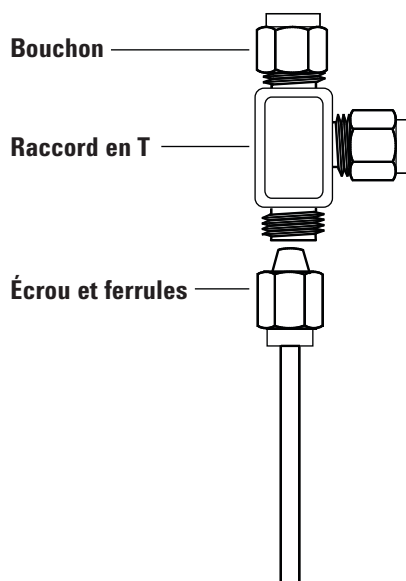

Figure 19. Raccord Swagelok en T
- 1 Coupez le tube à l'endroit où vous souhaitez installer le raccord en T. Raccordez le tube et le raccord en T au moyen d'un raccord Swagelok. Reportez-vous à la **Figure 19**.